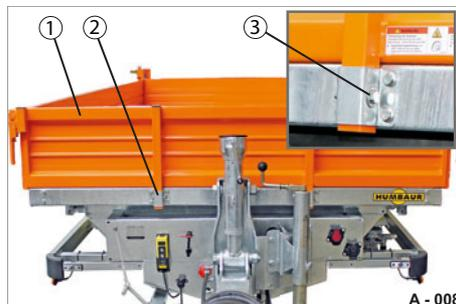

Abb. 7 Stirnbordwand, fest
Die Stirnbordwand (Abb. 7/1) ist fest am Fahrgestell befestigt.
Die Stirnbordwand wird in zwei Rungen (Abb. 7/2) eingesteckt und mit Schraubverbindung (Abb. 7/3) gesichert.
- ▶ Lösen Sie die Schraubverbindungen (Abb. 7/3) an den Rungen (Abb. 7/2).
- ▶ Heben Sie die Stirnbordwand (Abb. 7/1) aus den Rungen heraus.